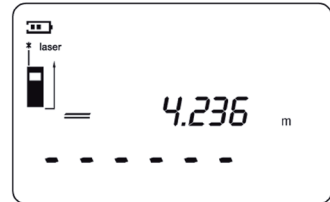

Abb. 6
5. Für eine zweite Messung die Read-Taste erneut betätigen, um den Laser einzuschalten; das erste Messergebnis wird nun in der oberen Zeile der Anzeige dargestellt (Abb. 6).